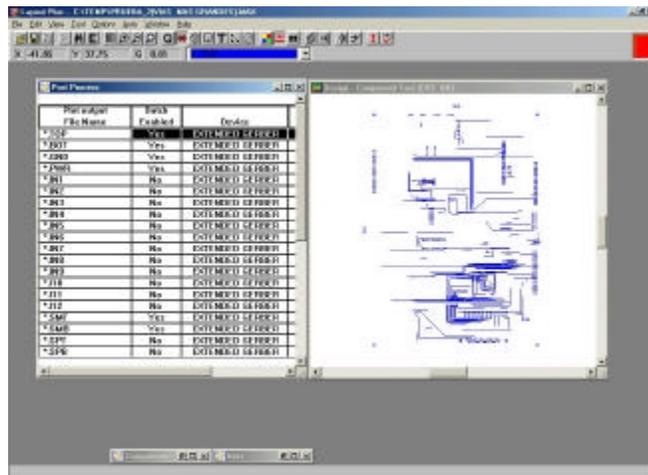

Figura 4.33 Previsualización de las capas.
- 3 Cerciórese que todos los elementos que deberían ser visibles lo sean (Ver figura 4.33).